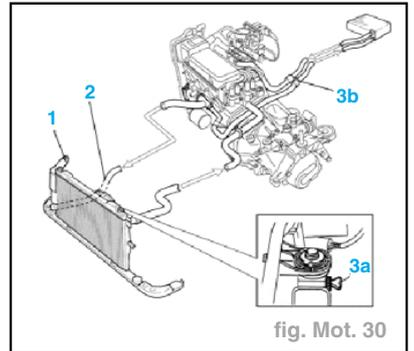

fig. Mot. 30
- Dévisser le bouchon du vase d'expansion intégré au radiateur (1) (fig. Mot. 30).